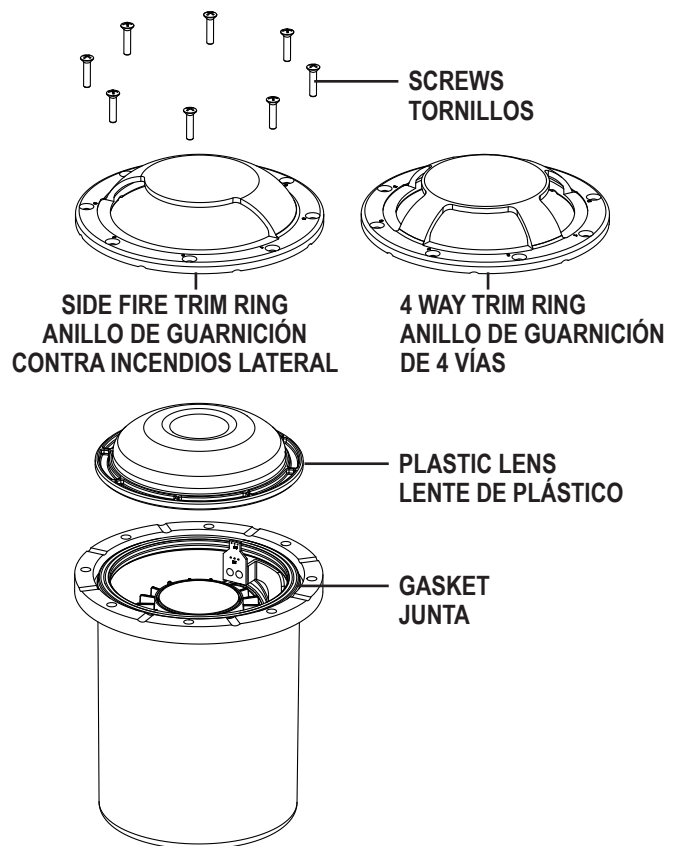

Fig. 2
- 4) Coloque la lente de plástico en el artefacto sobre el anillo de la junta. A continuación, coloque el anillo de guarnición contra incendios lateral o el anillo de guarnición de 4 vías sobre la lente de plástico y fjelo a la unidad utilizando los tornillos que se quitaron anteriormente. Se debe tener cuidado para evitar que la suciedad, el abono y los residuos se acumulen en la lente, la junta o las superficies de contacto de la carcasa (ver la Fig. 2).